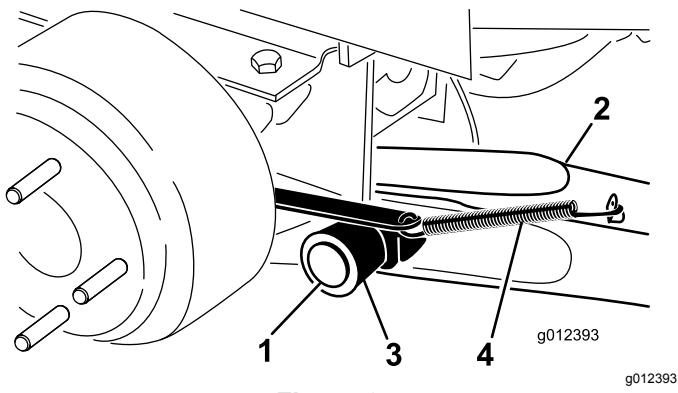

Figure 3
- Montez un bras de levage sur le support de pivot avec un axe de pivot et une goupille fendue (Figure 3). Installez le bras de levage avec le coude placé vers l'extérieur.
- Accrochez le ressort de rappel de frein à la patte du bras de levage (Figure 3).